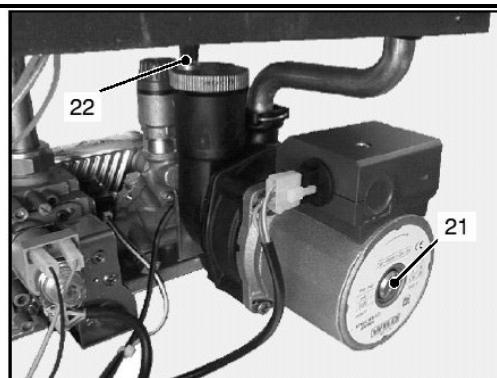

Fig. 6.2
3. Unscrew the cap on the automatic air purger valve 22 (Fig. 6.2) one full turn and leave open permanently.
6. Purge the air from the pump by unscrewing the pump plug 21 (Fig. 6.2); release the pump by turning the rotor in the direction indicated by the arrow on the information plate.
3. Отверните колпачок на автоматичеком спускнике воздуха 22 (рис. 6.2) на 1 полный оборот и оставьте его в этом положении.
6. Спуските воздух из насоса, открутив винт 21 (рис. 6.2); разблокируйте насос, поворачивая ротор в направлении, указанном стрелкой на информационной табличке.